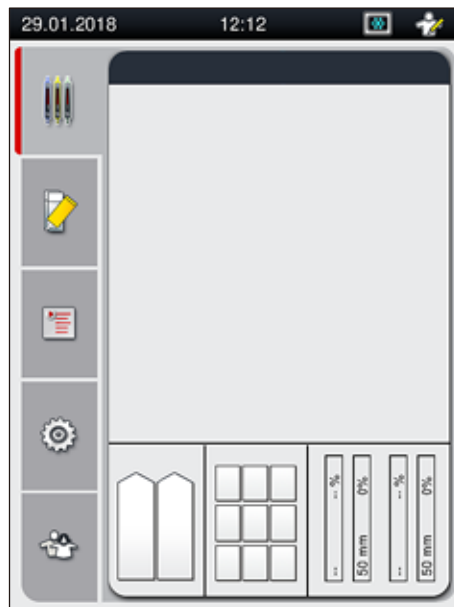

図 12
7. 初期化終了後に、メインメニュー (→ 図 12) が表示されます。